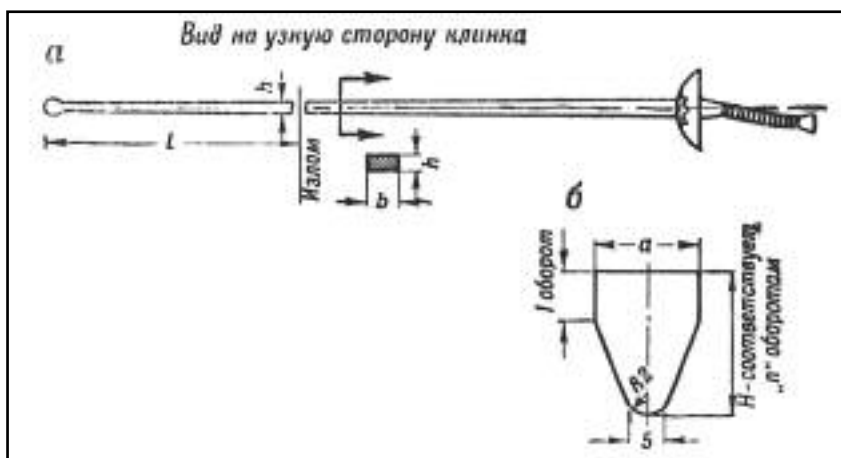

Рис. 12: а) схема сломанного клинка, б) развертка пластинки
5. Из жести вырезается пластинка нужных размеров. Для определения размеров пластинки в месте излома измеряется толщина  $h$  и ширина  $b$  спаиваемого клинка (рис. 12 а). При разной
По величинам  $h$  и  $b$  при помощи формулы  $H = 2(b+h)n$  находится длина пластинки  $H$  (рис. 12 б).